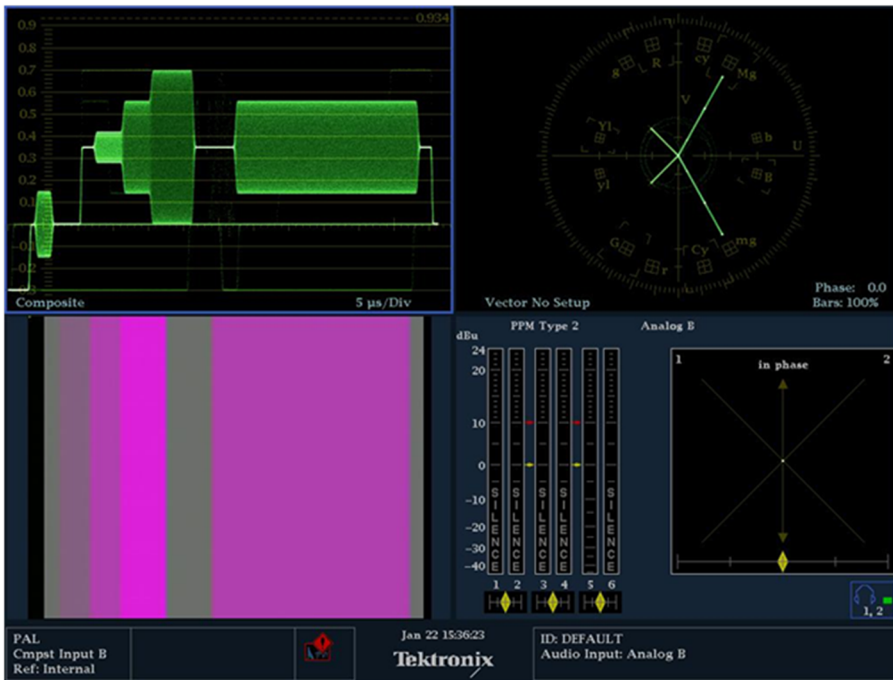

Figura 29. Mesures amb el Tektronix WFM7120 del senyal de test CCIR 331
- Senyal de test CCIR 331 (figura 29)